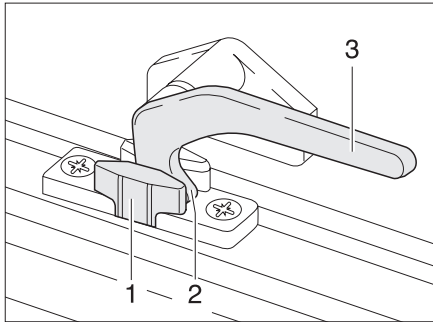

Bild 26 Verriegelungshebel in Stellung „Dauerbelüftung“
- in Stellung „Dauerbelüftung“ (Bild 26)
- ▶ Den Verriegelungshebel (Bild 26,3) eine viertel Umdrehung zur Fenstermitte hin drehen.
- ▶ Den Verriegelungshebel eine viertel Umdrehung zum Fensterrahmen hin drehen. Die Verriegelungsnase (Bild 26,2) dabei in die Aussparung der Fensterverriegelung (Bild 26,1) einfahren.